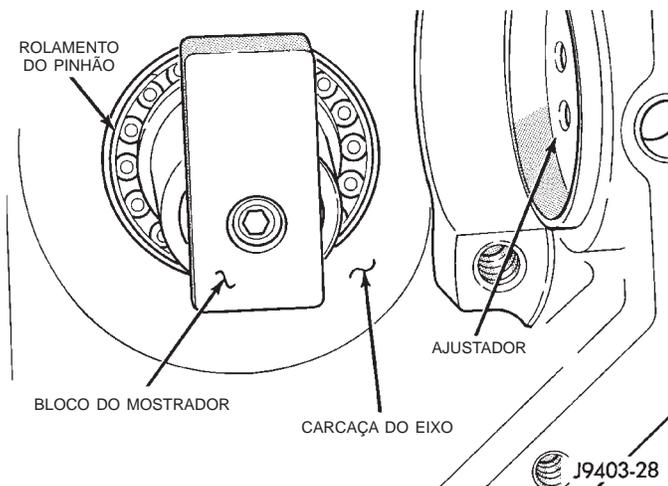

Fig. 76 Bloco do Mostrador
(13) Lubrifique os rolamentos dianteiros e traseiros da engrenagem do pinhão com lubrificante de engrenagem.
(14) Aperte novamente a ferramenta da porca de compressão com um torque de 1-3 N·m (15-25 pol.-lbs.).
(15) Gire a engrenagem do pinhão com várias rotações completas, para alinhar os roletes do rolamento.
(16) Instale o Bloco do Mostrador (Fig. 76).